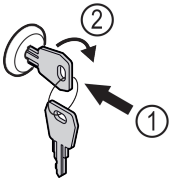

Fig. 68 Représentation à titre d'exemple
- ▶ Insérer la clé Fig. 68 (1).
- ▶ Tourner la clé à 90° dans le sens horaire Fig. 68 (2).